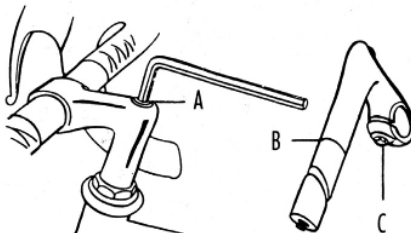

Abb. 1
4.3 - 1: Einstellung eines Schaftvorbaus (Abb. 1)
- ▶ Die Schraube des Schrägzylinders (A) mithilfe eines Sechskantstiftschlüssels mit einem 2 Umdrehungen gegen den Uhrzeigersinn lockern.
Nachdem Sie den Vorbau auf seine maximale Höhe eingestellt haben (Bild 1), überprüfen Sie durch Anheben von Kappe „A“, dass